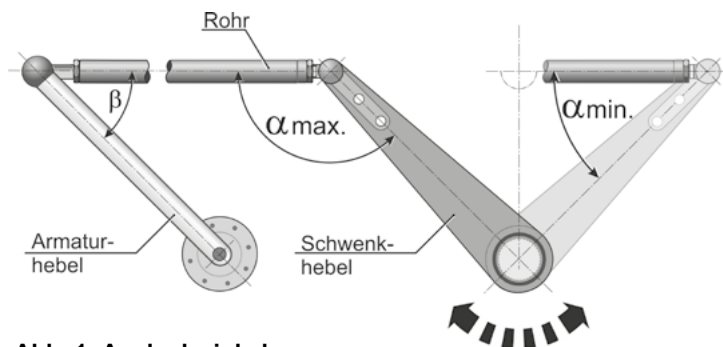

Abb. 1: Auslenkwinkel
- Winkel β (siehe Abb. 1) muss der Armaturenhersteller angeben.